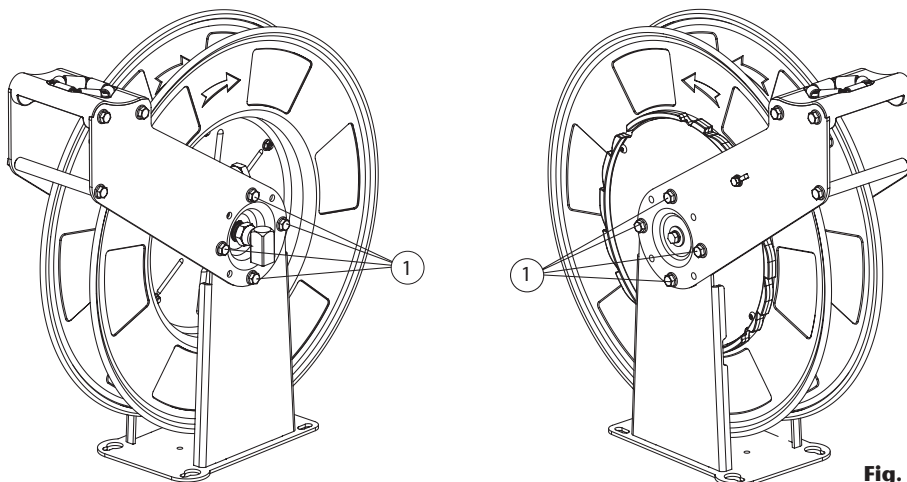

Fig. 3
Lösen Sie die Befestigungsschrauben (1) (Fig. 3). Die Spule und Arme sind jetzt frei vom Schlauchaufrollerfuß. Bringen Sie nun den Arm in die gewünschte Position und fixieren Sie ihn mit Hilfe der Befestigungsschrauben (1).